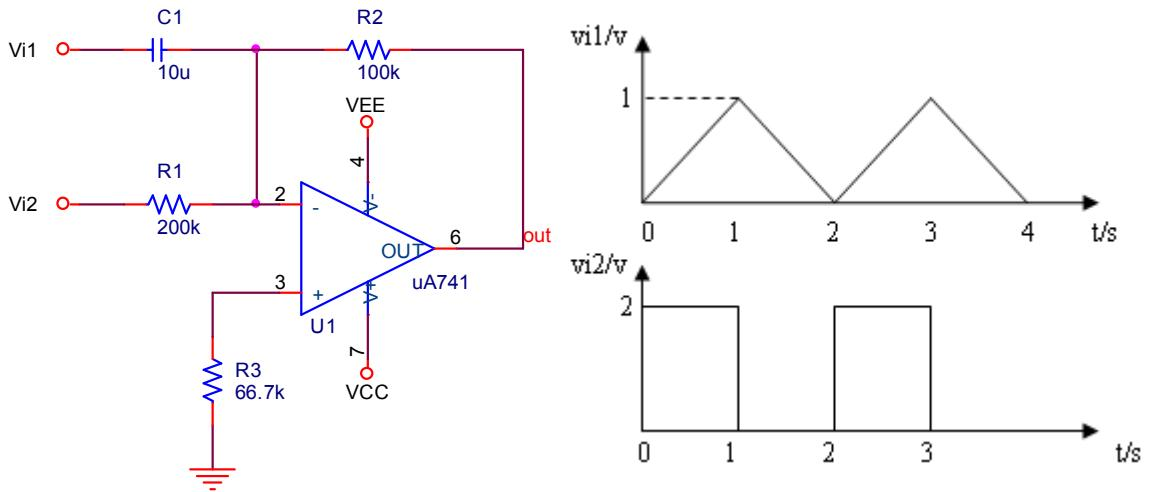

图 8.1.13
8.1.13 电路如图 8.1.13, 运放为 uA741, 若输入电压 v_{i1}, v_{i2} 的波形如图, 求 $t=0\text{--}1\text{s}$ 和 $t=1\text{--}2\text{s}$ 时输出电压的波形。(weifen2)